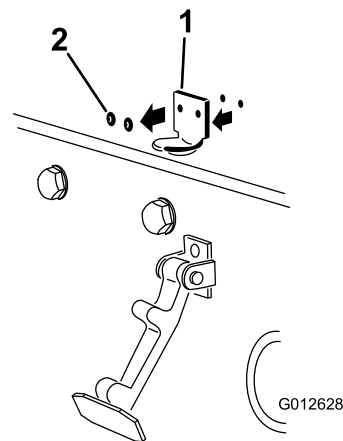

Рисунок 3
2. Выверните два болта, которые крепят кронштейн фиксатора капота к капоту (Рисунок 3).